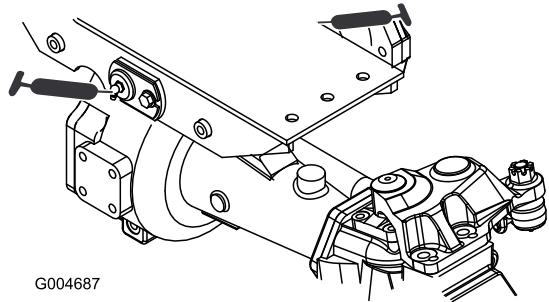

Figure 78
- 2 bagues de pivot d'essieu avant et arrière (Figure 78)